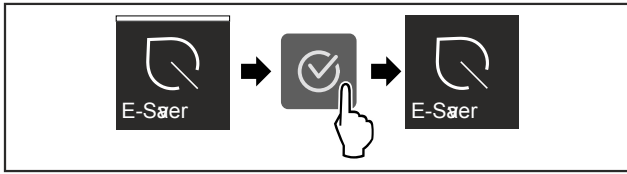

Fig. 17
- ▶ Выполните шаги действия (см. Fig. 17).